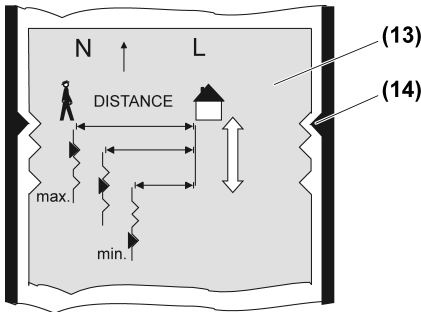

Figure 6: Régler la portée
- Boîtier intérieur dans le cran intermédiaire ou inférieur (figure 6)
La portée du détecteur de mouvement peut être réglée en décalant le boîtier intérieur (13) sur 3 niveaux (figure 6).
- Régler la portée en décalant le boîtier intérieur (figure 6).